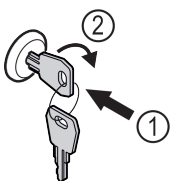

Fig. 46 Exempel
- Sätt in nyckeln Fig. 46 (1).
- Vrid nyckeln 90° medurs Fig. 46 (2).